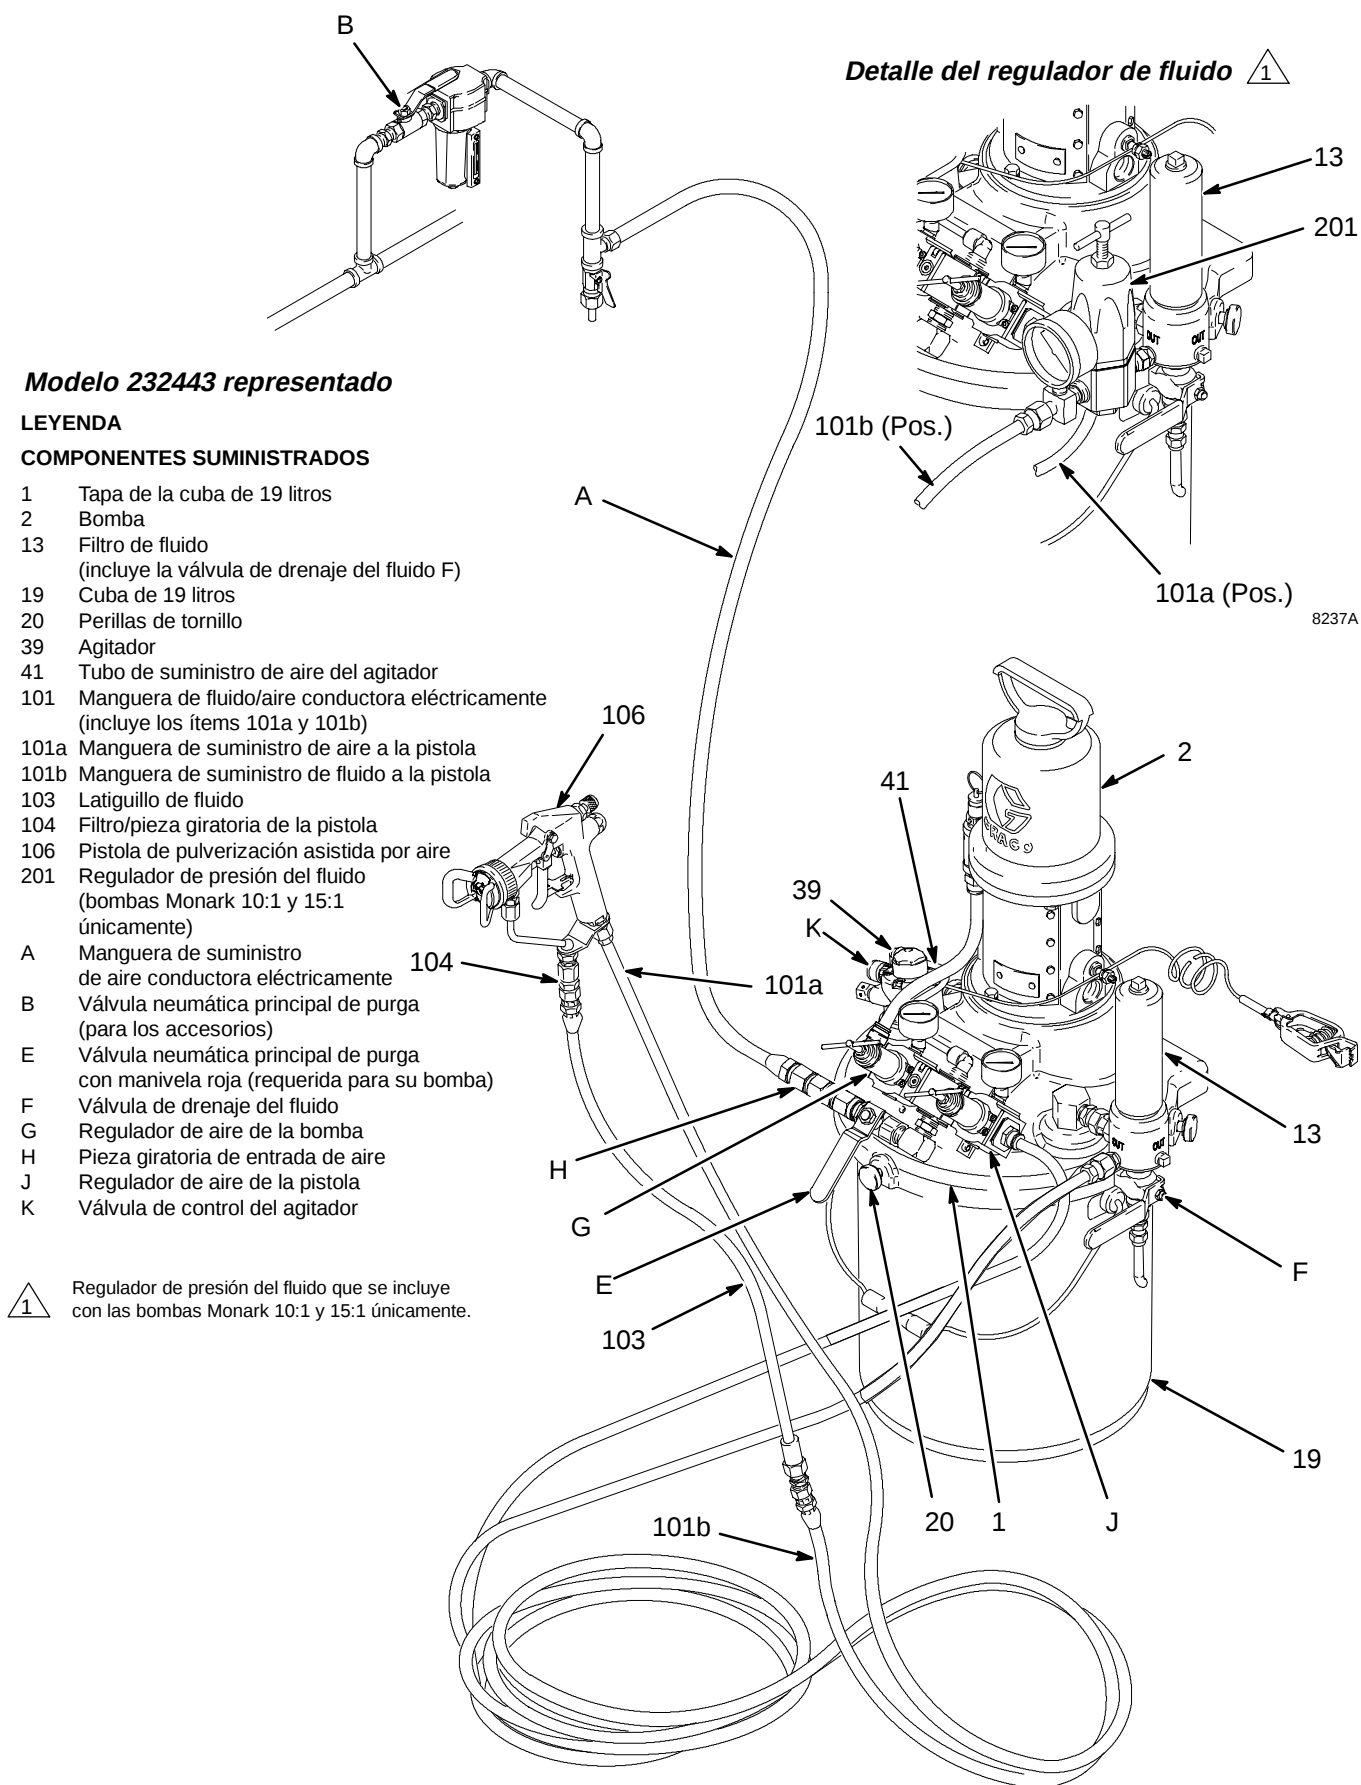

Fig. 3
2. Cierre la válvula neumática principal de purga con manivela roja (E, requerida en su sistema). Vea la Fig. 3.
1. Vea la Fig. 3. Desmonte la protección de la boquilla y la boquilla de pulverización de la pistola (106). Consulte el manual de instrucciones de la pistola.
2. Cierre el regulador de aire de la pistola (J), el regulador de aire de la bomba (G), y las válvulas neumáticas de purga (B, E).
3. Conecte la línea de aire (A) a la pieza giratoria de la entrada de aire (H).
5. Llene la cuba (19) de fluido. Asegúrese de que la tapa de la cuba (1) está firmemente sujeta a la cuba mediante las perillas de tornillo (20).
6. Cierre la válvula de drenaje del fluido (F). Abra el regulador de fluido (201), si hubiera uno instalado.
7. Sujete firmemente una pieza metálica de la pistola (106) contra el borde de un recipiente metálico con conexión a tierra y mantenga el gatillo disparado.
8. Abra las válvulas de aire de tipo purga (B, E) y el regulador de aire de la pistola (J). Abra lentamente el regulador de aire de la bomba (G) hasta que ésta comience a funcionar.
11. Si la bomba no se ceba correctamente, abra la válvula de drenaje (F). Utilice la válvula de drenaje como válvula de cebado hasta que salga fluido por la misma. Cierre la válvula.
- Abra lentamente la válvula de control (K) para poner en marcha el agitador (39). Vea la Fig. 3.
- Use la válvula (J) para ajustar la velocidad. No haga funcionar el agitador demasiado deprisa. Si comenzara a formarse espuma o un vórtice en la superficie del fluido, reduzca la velocidad del agitador.